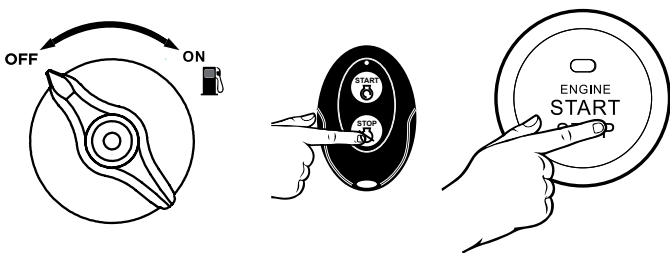

Figure 11: Arrêt du générateur
3. Mettre le commutateur de contrôle de carburant en position OFF, appuyer sur "Stop" sur la télécommande de démarrage à distance, ou appuyer une fois sur le bouton de démarrage (voir figure 11).